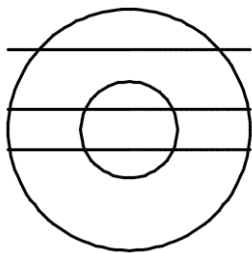

图 3-18 原始图形
- 1) 打开“修剪操练.dwg”文件，原始图形如图 3-18 所示。